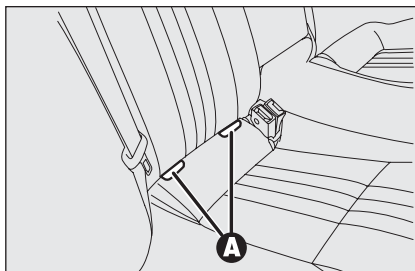
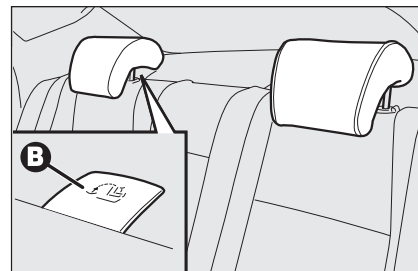

fig. 11
fig. 12
A cause du différent système d'accrochage le siège enfant doit être fixé par des étriers métalliques prévus **A-fig. 11**, placés entre l dossier et le coussin arrière, puis fixer la sangle supérieure (disponible avec le siège enfant) aux crochets prévus **B-fig. 12** placés sur le dossier du siège arrière derrière les appuis-tête.
- accrocher la sangle supérieure (disponible avec le siège-enfant) au crochet prévu **B-fig. 12** situé sur le dossier du siège arrière;